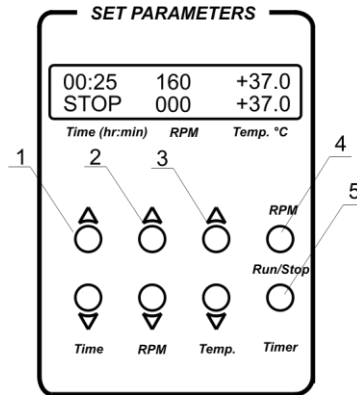

Abb. 1 Steuerung
- 4.3. **Einstellung der Zeit (Time).** Mit den Tasten ▲ und ▼ **Time** (Zeit) (Abb. 1/1) können Sie das gewünschte Arbeitszeitintervall in Stunden und Minuten einstellen (Schrittweite 1 Min). Wenn Sie die Taste länger als 3 Sek gedrückt halten, wird die Schrittweite erhöht.
- 4.4. **Einstellung der Geschwindigkeit (RPM)** Mit den Tasten ▲ und ▼ **RPM** (Abb. 1/2) wird die gewünschte Schüttelzeit in Umdrehungen/Minute eingestellt (Schrittweite 10 rpm). Wenn Sie die Taste länger als 3 Sek gedrückt halten, wird die Schrittweite erhöht.
- 4.5. **Einstellung der Temperatur (Temp.°C).** Mit den Tasten ▲ und ▼ **Temp.** (Abb. 1/3) wird die gewünschte Temperatur eingestellt (Schrittweite 0,1°C). Wenn Sie die Taste länger als 3 Sek gedrückt halten, wird die Schrittweite erhöht.
- 4.7. Drücken Sie die Taste **RPM-Run/Stop** (RPM-Laufen/Stop) (Abb. 1/4). Die Plattform beginnt zu rotieren und der Timer beginnt, das eingestellte Zeitintervall herunter zu zählen (mit 1 Min Präzision).
Achtung: Nach Ablauf der eingestellten Zeit stoppt die Plattformbewegung automatisch, die Heizung kann jedoch NUR manuell durch Herabsetzen der Temperatur mit der Taste **▼ Temp.** ausgeschaltet werden (Abb. 1/3 - untere Taste), bis die Anzeige OFF (AUS) in der oberen Zeile des Displays erscheint.
- 4.10. Der Timer kann während des Gerätetriebs erforderlichenfalls neu gestartet werden. Drücken Sie die Taste **Timer-Run/Stop** (Timer-Laufen/Stop) einmal (Abb. 1/5), um den Timer zu stoppen. Drücken Sie die Taste **Timer-Run/Stop** (Timer-Laufen/Stop) erneut, um den Timer neu zu starten.